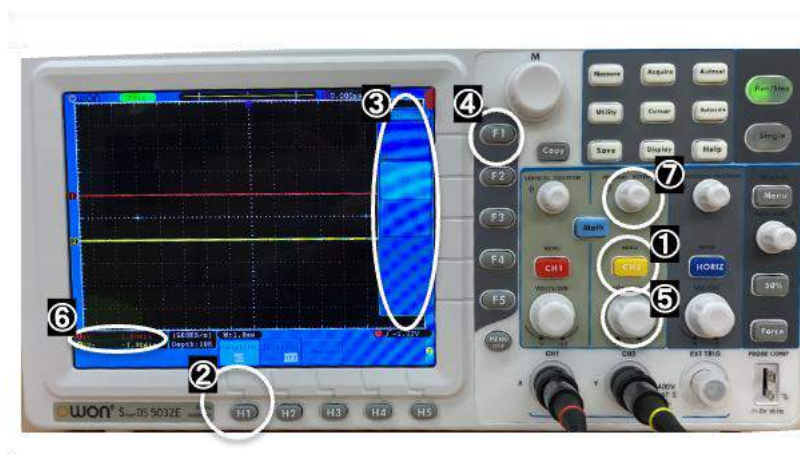

図 3-11. オシロスコープの CH2 の設定
(2) 図 3-11 の①CH2 ボタンを押すと, ②H1 の上に Coupling AC と表示されるので, ②H1(Coupling)ボタンを押さない。すると, 画面右側に③Coupling メニューが表示されるので, ④F1(DC)ボタンを押して選択しない。⑤VOLS/DIVつまみを回し, ⑥画面左下の黄文字の表示を「②200mV-」としない。⑦VERTICAL POSITIONつまみを回して黄のラインを画面の上下中央にすると, ⑥画面左下の黄文字の表示は「②200mV- 0.00div」となる。この操作により, CH2 の画面の縦軸も CH1 と同じになる。小さい信号を見るときは, 適宜⑤VOLS/DIVつまみを回して縦軸を拡大しない。